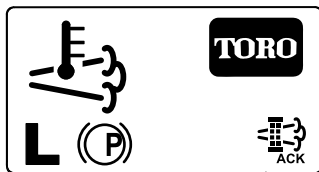

Figure 57
8. L'InfoCenter affiche l'écran d'accueil et l'icône de confirmation de régénération (Figure 57) apparaît en bas à droite de l'écran pendant le processus de régénération.